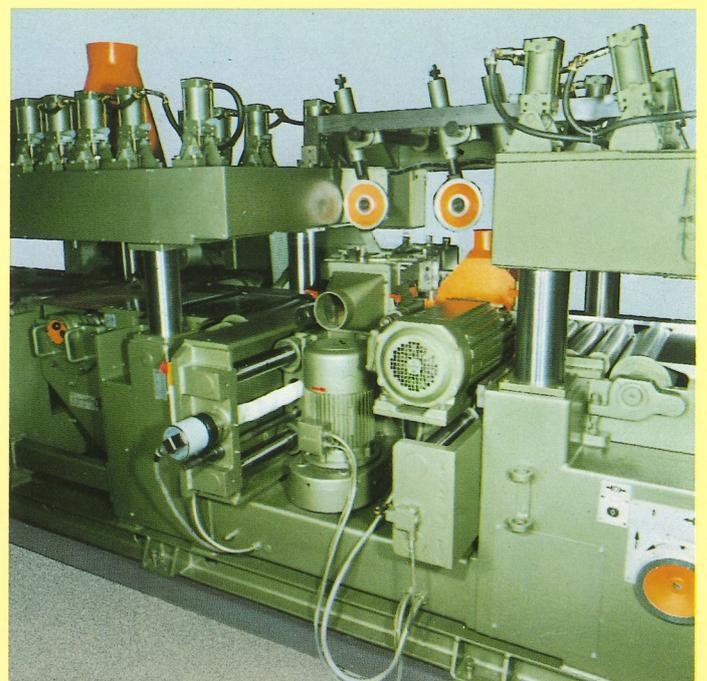

Abb. 33
Zu 1. Das Maß für die Werkstückbreite bzw. Werkstückdicke wird über eine Tastatur **vorgewählt**, Abb. 31. Durch Betätigen eines Druckschalters **bewegt** sich die linke **Fräseinheit (FL)** Abb. 33 bzw. die **Dickenwelle (D)** einschließlich der Vorschub- und Druckeinheiten, innerhalb weniger **Sekunden** auf das vorgewählte Maß.